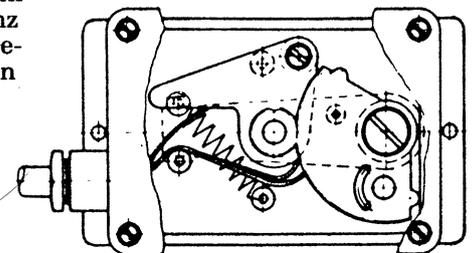

Fig. 3
- Erster Schalter: Antriebsspindel in ca. Mittelstellung bringen (Druck auf Antrieb geben). Zahnsegment im Gegenuhrzeigersinn drehen bis der Hebel (8) das Schaltergehäuse berührt. Durch Druckänderung Antriebsspindel ganz einziehen (die Rutschkupplung verhindert Beschädigung des Gerätes).
- Zweiter Schalter: Schraube (7) lösen, ganz nach aussen (im Gegenuhrzeigersinn) stellen und wieder leicht anziehen. Antriebsspindel ganz ausfahren (Druck 1,2 bar auf Antrieb geben). Mit dem Finger im Gegenuhrzeigersinn auf den äusseren Hebel (2) drücken, verstellbaren Mitnehmer (6) verdrehen bis der Hebel (8) am Schaltergehäuse anliegt. Schraube (7) festziehen.
**XAP 2** (Fig. 3)